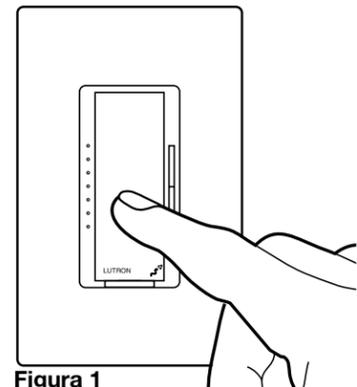

Figura 1
1. Pressione e mantenha o botão do dimmer/interruptor (Figura 1) por aproximadamente 6 segundos. Quando o(s) LED(s) começar(em) a piscar lentamente, solte o botão.